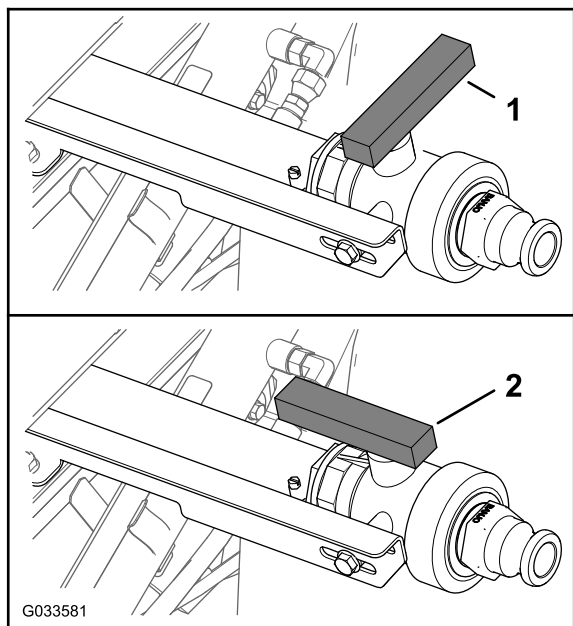

Figura 83
3. Abra a válvula para drenar todo o material não utilizado do depósito (Figura 83).
4. Feche a válvula de drenagem (Figura 83).